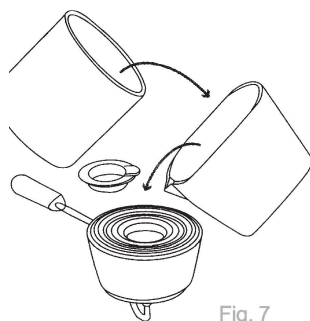

Fig. 7
3. Vierta la pintura en el Cabezal Canteador utilizando la Jarra de Fácil Vertido (Fig. 7).